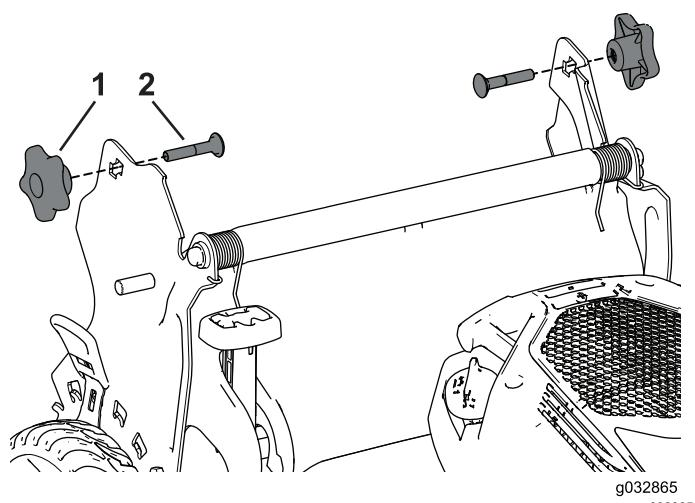

Figura 24
3. Introduzca el perno de cuello cuadrado (con la cabeza del perno en el interior) por el soporte del manillar y el orificio superior del extremo del manillar. Asegúrese de que los bordes cuadrados de los pernos de cuello cuadrado encajen en el taladro cuadrado del soporte del manillar correspondiente (Figura 24).